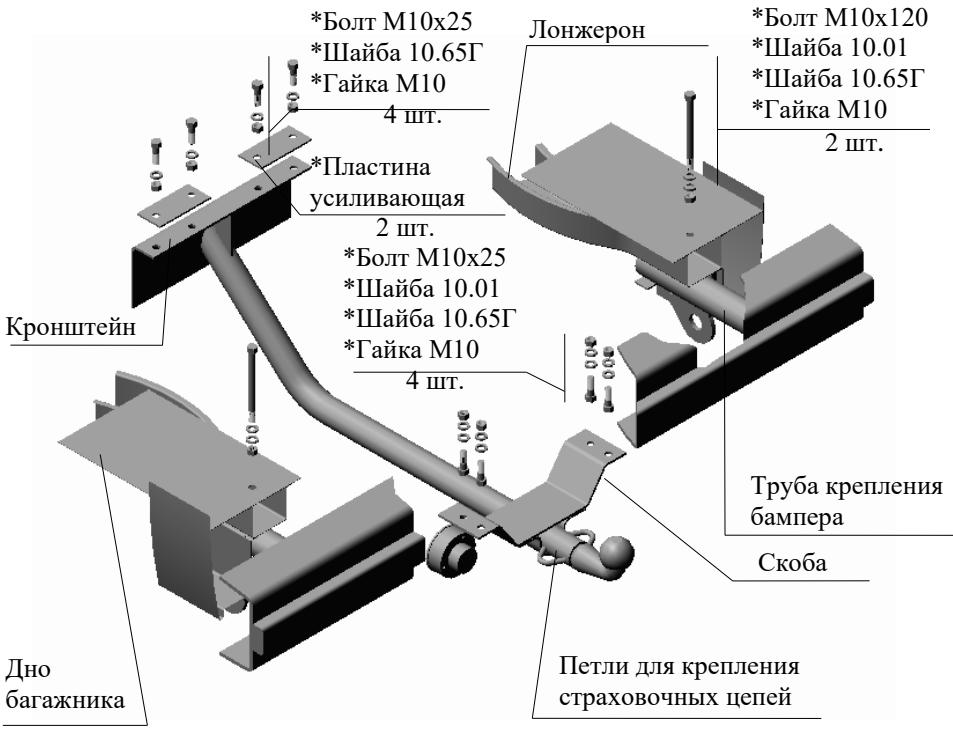

РИС.1 Тягово-сцепное устройство ТСУ 2121 исп.2
2.1 ТСУ 2121 в сборе (рис.1)	1 шт.
2.2 Пакет с комплектующими (см. рис.1) Задний колпак	1 шт.
4.3 Закрепить ТСУ восемью болтами M10x25 к заднему бамперу и дну багажника. Болты расположить в соответствии с рис.1. Усиливающие пластины расположить между головками болтов и полом багажника автомобиля, а шайбы - между кронштейном ТСУ и гайками M10.